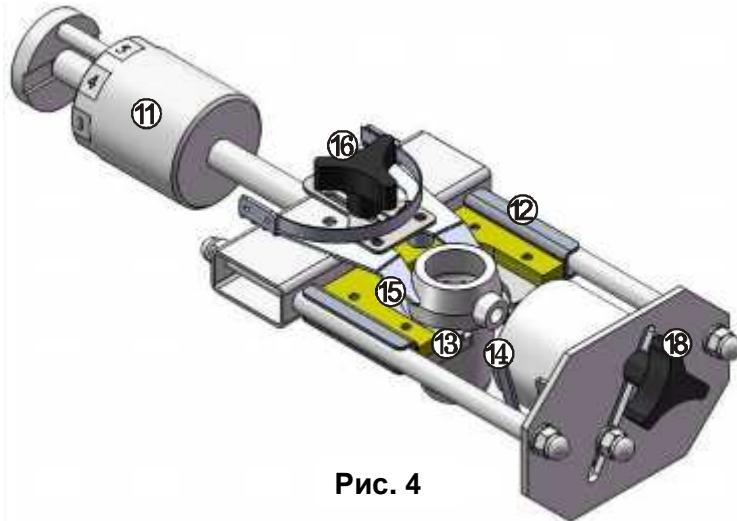

Рис. 4
4.2.3 Карусель выполнена в виде рамы (рис.4), на одном конце которой расположен противовес (11), на другом - каретка (12) с плитой (13) для установки тигля и ложе (14) для опоки. Тигли на плате (13) фиксируются подпружиненным зажимом (15). Перемещение каретки ограничено подвижным упором (16), что предотвращает соударение керамических деталей с металлическими частями карусели. Положение упора (16) определяется длиной опоки. Совмещение заливочного отверстия опоки с носиком тигля производится перемещением и фиксацией ложа ручкой (18).